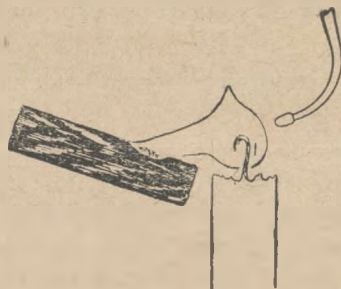

Рис. 191. Восстановление окиси металла на угле.
*Задача 2.* Прodelайте опыт с получением свинца. Для этого воспользуйтесь окисью свинца  $\text{PbO}$ . Возьмите этой окиси на кончике ножа и поместите в углубление, сделанное ножом на краю большого куска угля (рис. 191). При помощи паяльной трубки, вдвывая воздух очень слабо, отклоните пламя свечи так, чтобы оно касалось насыпанной на уголь окиси. Пламя при этом должно оставаться светящимся. В таком светящемся пламени, как вам уже известно, содержатся частички углерода, которые и вступают в реакцию с окисью свинца. Такое пламя называется „восстановительное“. Если вдвывать воздух сильно,